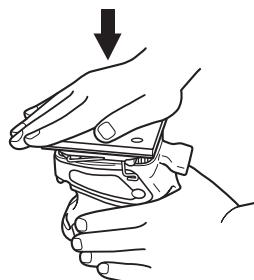

Fig. 12
(2) Fixer solidement la toile émeri (type Velcro) en appuyant dessus fortement et de façon uniforme avec la paume. (Fig. 12)